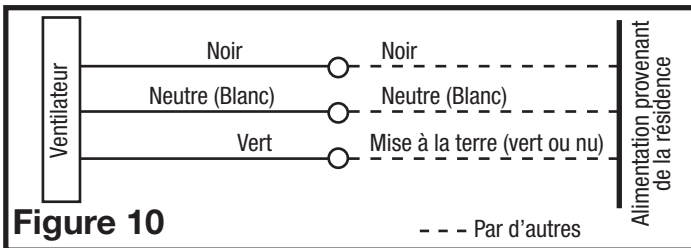

Figure 10
4. Connecter le fil vert ou de cuivre nu de la maison au bornier de mise à la terre dans le compartiment à câblage. Connecter le fil blanc de la maison au fil blanc dans le réceptacle. Connecter le fil vivant (noir) de l'interrupteur mural au fil noir du réceptacle (Figure 10). Utiliser des méthodes de raccordement approuvées pour toutes les connexions.